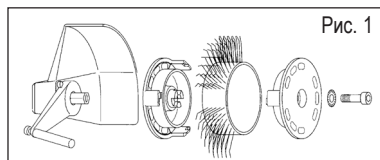

Рис. 1
2. При выборе ленты Bristle Blaster® учитывать обрабатываемую поверхность (угол, лента 11 мм, лента 23 мм). Перекрывать подачу сжатого воздуха, а затем с помощью соответствующего держателя надлежащим образом закрепить ленту Bristle Blaster® 23 мм или 11 мм (учитывая направление вращения), наложить стопорную шайбу с упругими зубцами и ввернуть винт. См. рис. 1 и 2.